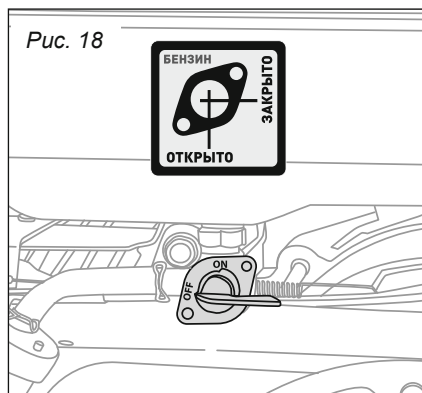

Рис. 18
1. Поверните топливный кран в положение «ЗАКРЫТО» (рис. 18).